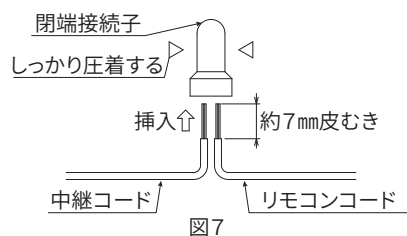

図7
2. リモコンコードを7mmほど皮むきして、中継コード（長さ約400mm）の閉端接続子に挿入し、しっかり圧着します。（図7）
7. リモコンコードを7mmほど皮むきして、閉端接続子に挿入し、しっかり圧着します。（図7）